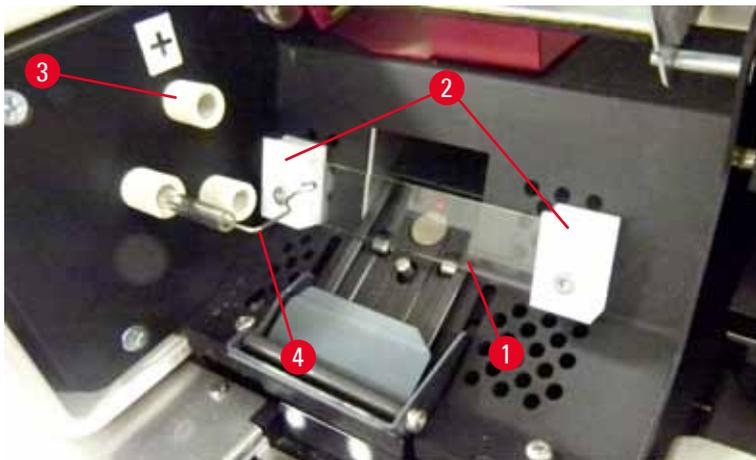

Fig. 20
- Assurez-vous que le ressort de contact (→ "Fig. 19-2")/(→ "Fig. 20-4") est déconnecté du fil d'allumage de l'ampoule (→ "Fig. 21-1") (voir aussi (→ "Fig. 20")).